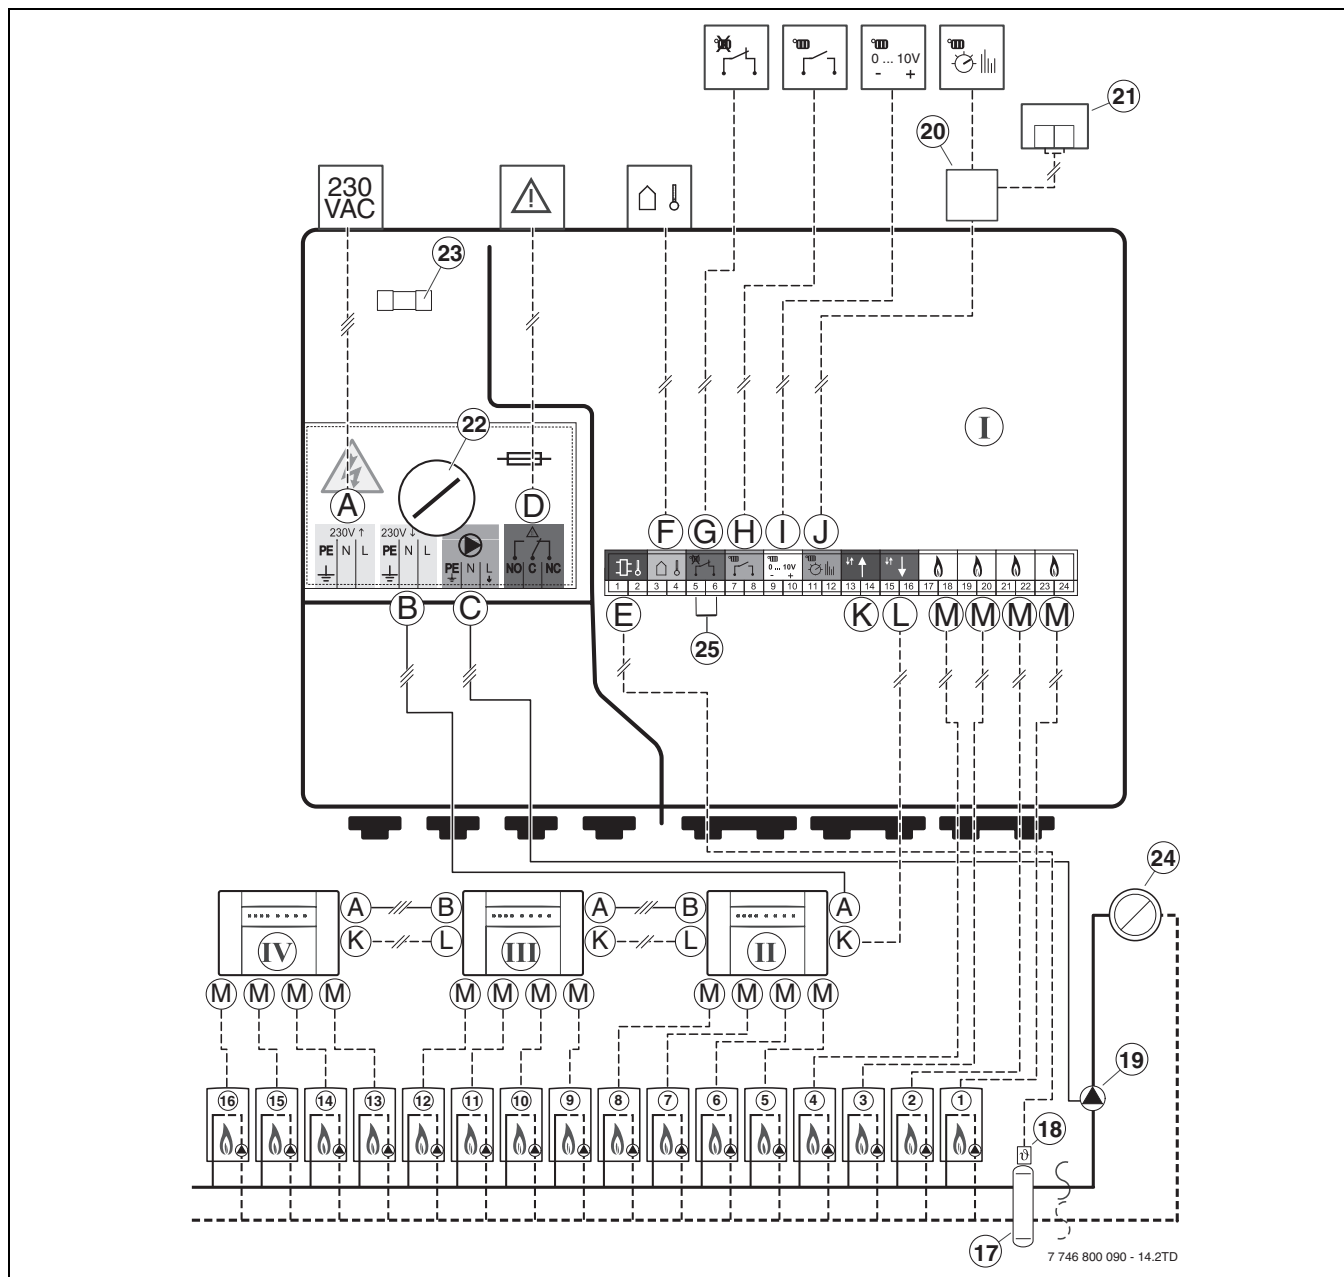

Fig. 5
1) en fig. 5, pág. 10
Los módulos ICM accionan las calderas según una demanda de calor calculada por un regulador de calefacción. Para la regulación de acuerdo con la demanda, los módulos ICM deben instalarse siempre junto con un regulador de calefacción (→ fig. 5, bornes H, I o J). Dependiendo del regulador de calefacción empleado, existen cuatro variantes de sistema posibles (→ tab. 5).
Desde un módulo ICM pueden controlarse un máximo de cuatro calderas. Acoplando un máximo de cuatro módulos ICM pueden conectarse juntos un máximo de 16 calderas formando una cascada (→ fig. 5). Un módulo ICM se encarga del control de la cascada (maestro ICM).
(→ fig. 5, pág. 10). De este modo se garantiza la adaptación perfecta de la cantidad de calor producido a la demanda de calor real de todos los circuitos de calefacción de la instalación. Con esta variante de sistema, la instalación de calefacción alcanza un confort óptimo con un ahorro de energía máximo.
Los demás módulos que pueda haber, como p. ej. los módulos IPM (→ pos. 21 de la fig. 5, pág. 10), deben conectarse al BUS del regulador de calefacción (paralelo a la conexión J del módulo ICM).
Para evitar problemas de contacto en los bornes del maestro ICM, se recomienda una caja de ramificación (→ pos. 20 de la fig. 5, pág. 10).
- ▶ Es imprescindible que establezca el cableado de acuerdo con el diagrama de conexión (→ fig. 5, en pág. 10).
(Diagrama de conexión → fig. 5, pág. 10):
Junto con un regulador de calefacción con accionamiento de BUS de 2 hilos, es imprescindible conectar la sonda de temperatura exterior AF 2 al módulo ICM (maestro ICM) (→ fig. 5, pág. 10), no a la caldera.